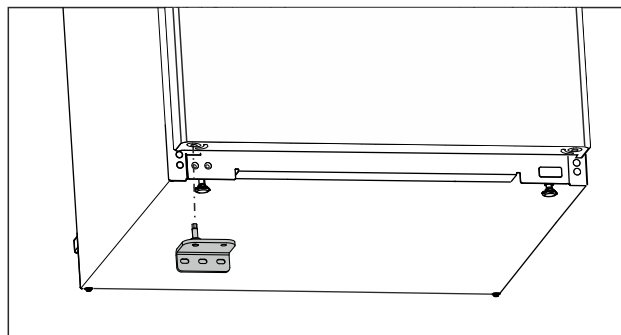

Fig. 24
- ▶ Placer le support de palier inférieur du côté opposé. (voir Fig. 24)